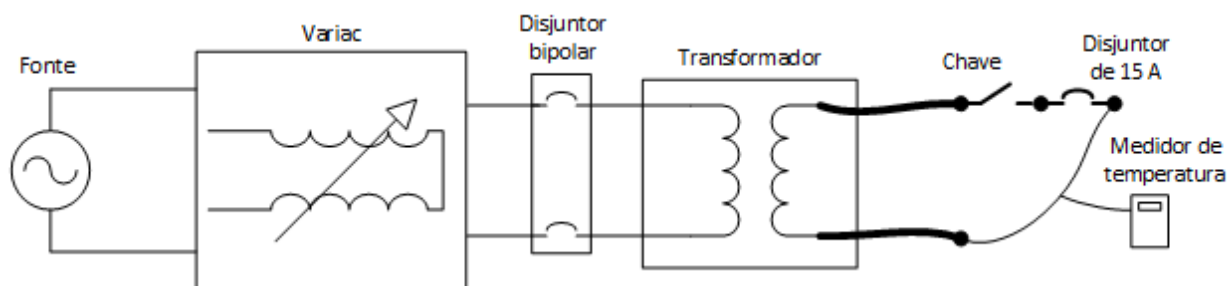

Figura 4 - Montagem para verificação da coordenação da proteção
3.1. Substituir o contador de ciclos pelo fio de 1,5 mm2 (juntamente com o medidor de temperatura) em série com o disjuntor de 15 A, conforme figura 4, e impor corrente de 50 A. Verificar se o disjuntor abre antes ou depois da temperatura do condutor alcançar 70°C.